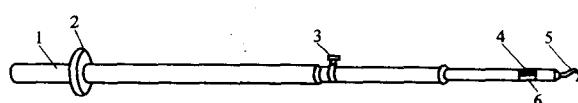

图 1-3 10kV 高压验电器
2) 高压验电器。高压验电器又称高压测电器，10kV 高压验电器由金属钩、氖管、氖管窗、固紧螺钉、护环和握柄等组成，如图 1-3